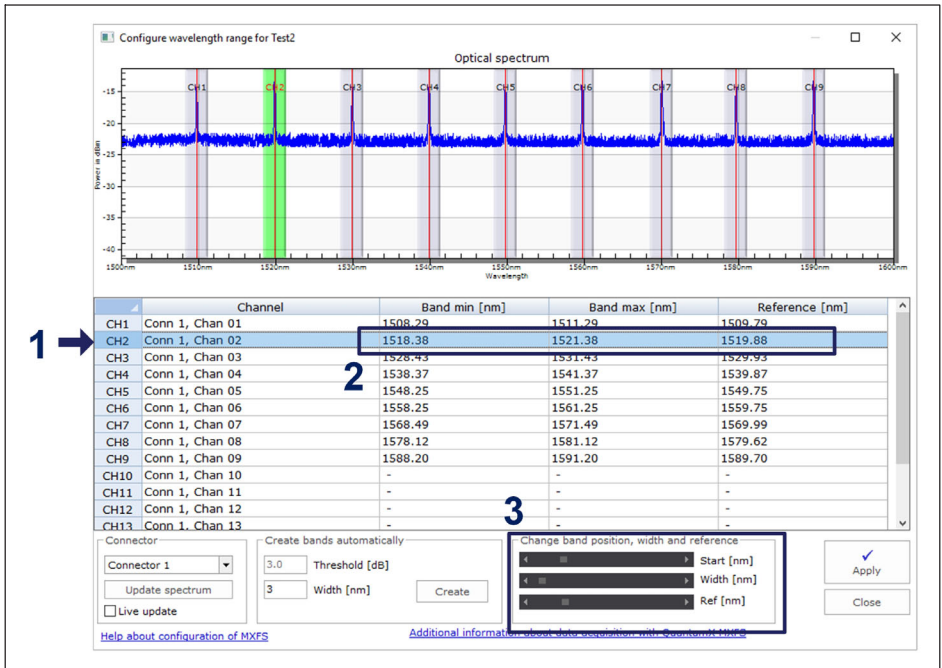

図4.11 バンドを調整します
- ▶ 目的のチャンネルラインを選択します（ラインは表上で青で強調表示され、バンド幅はグラフ上で緑で強調表示されています） - 図4.11の1番を使用。
- ▶ 表に、最小バンド値、最大バンド値、および基準波長（2インチ、または）を記入します -> 図4.11の2番を使用。
- ▶ または、ボトムにあるスクロールバーで最小バンド値、最大バンド値、および参照波長を調整するには、図4.11の3番を使用。